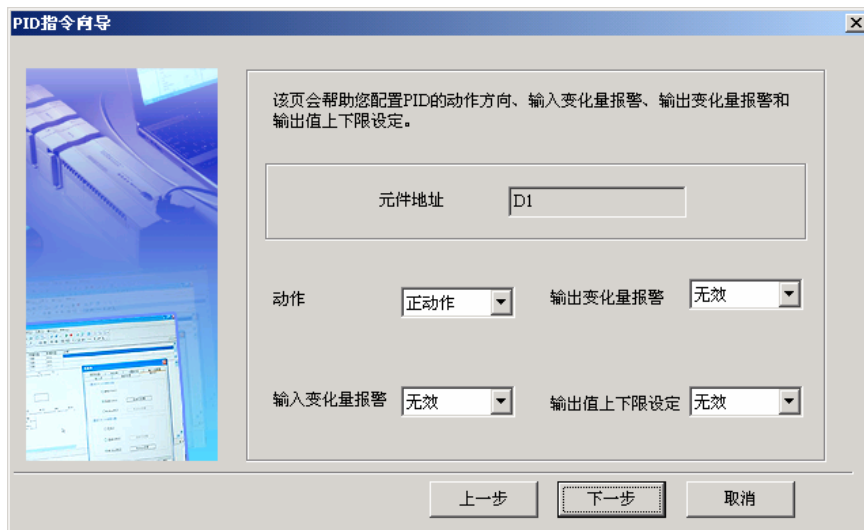

图6-20 动作方向及报警参数配置
4. 单击下一步，出现图 6-20 所示对话框。配置 S3+1 单元——动作方向和报警是否有效。